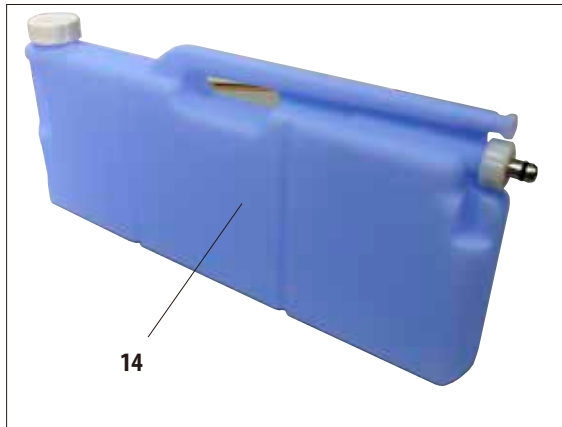

Fig. 52
- Il flacone per il condensato (14, fig. 52) è identico al flacone di sistema in termini di aspetto e di collegamento. Per distinguerlo, esso è in plastica blu.